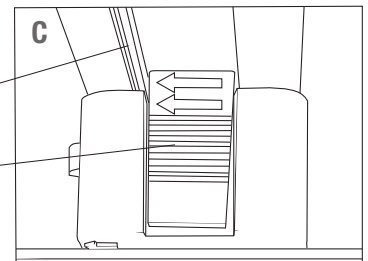

Fig. 2
- The track J can be also identified by looking inside the channel (Fig. 2): Single-circuit track will have two conductors, one on each side on the channel.
- To install the luminaire on the track (Fig. 2):
- Le rail type J peut être aussi identifié en regardant dans le canal (Fig. 2) : Un rail à un circuit a deux conducteurs, un de chaque côté du canal.
- Pour l'installation du luminaire sur le rail (Fig. 2) :